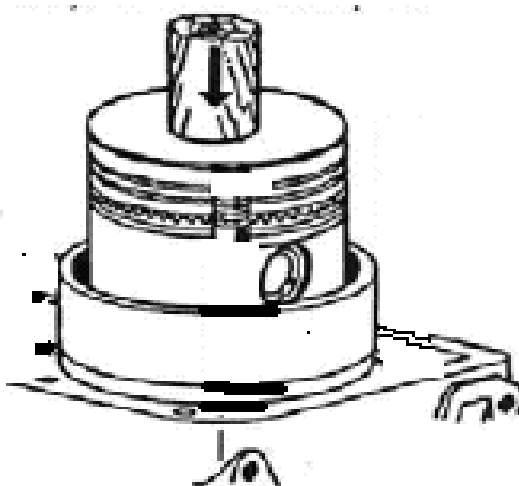

Рис.101. Установка поршня с кольцами в цилиндр
- с помощью специальной оправки с внутренней конусной поверхностью сжать кольца и вставить поршень в цилиндр (рис.101).